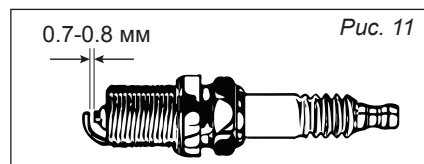

Рис. 11
2. Вкрутите свечу зажигания рукой до упора, чтобы не вызвать повреждение гнезда. Свечной ключ используйте только для затяжки (рис. 11). Зазор между электродами должен быть в пределах 0,6–0,7 мм.